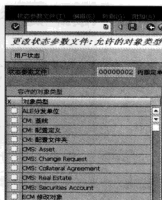

图 10-71 选择“容许的对象类型”
STEP 5 单击“”按钮，在弹出的界面中可以选择“容许的对象类型”，如图 10-71 所示。